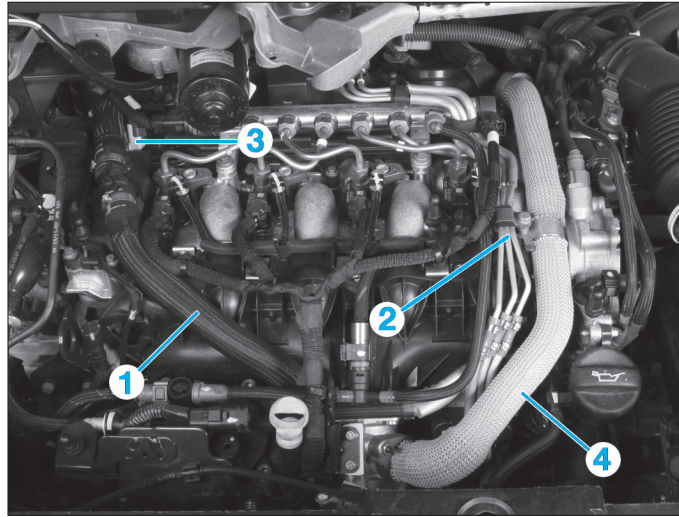
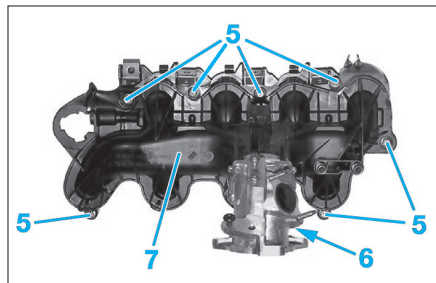
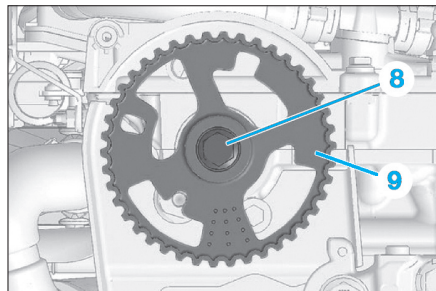

Fig. 64
Fig. 65
Fig. 66
- Déposer la durit de réaspiration des vapeurs d'huile (1) (Fig.64).
- Mettre de côté l'ensemble des tuyaux à dépression (2).
- Déposer le capteur de position d'arbre à cames (3).
- Déposer le tuyau EGR (4).
- Desserrer les sept vis (5) (Fig.65).
- Déposer la vis (6).
- Déposer le collecteur d'admission d'air (7).
- Déposer (Fig.66) :